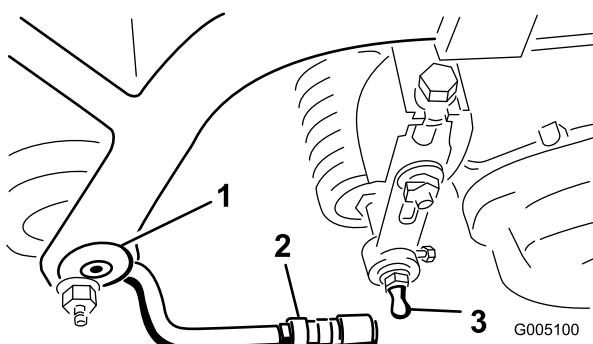

Figure 11
2. Placez une rotule à chaque extrémité du rouleau avant sur les plateaux de coupe (Figure 11).
- Repoussez la gaine sur la rotule et tournez le bras de traction vers le bas pour que la douille s'adapte sur la sphère. Relâchez la gaine pour qu'elle vienne recouvrir le goujon et solidarise les ensembles (Figure 11).